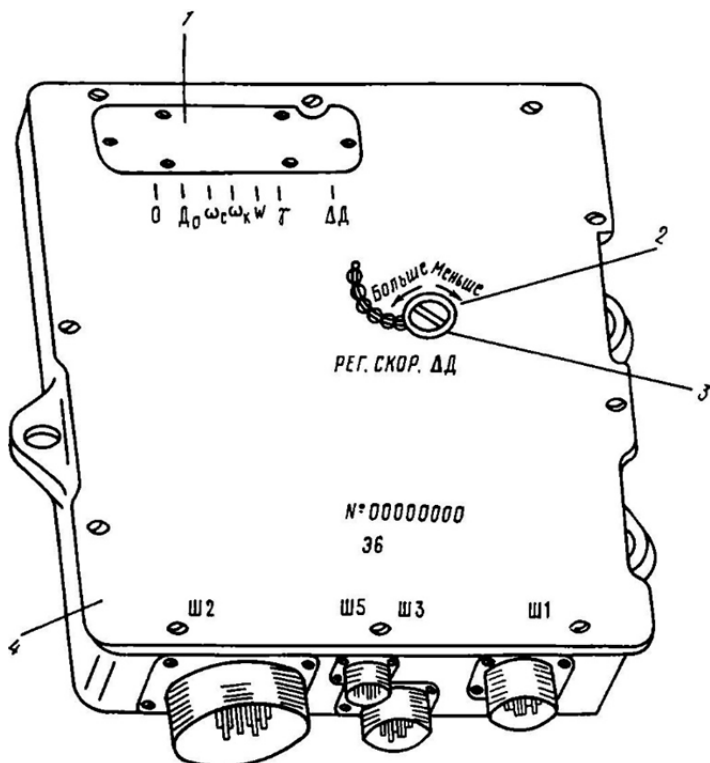

Рис. 2.21. Электроблок прицела-дальномера:
– снять заглушки с контрольных электрических соединителей Ш5 электроблока (рис. 2.21) и Ш24 БИД и подключить ответственные части кабеля пульта проверки АДШ2.702.000 (имеется в ЭК) к электрическим соединителям электроблока и БИД;